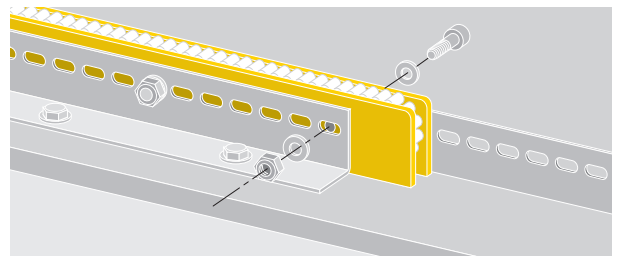

Abbildung 5.1.1
- Befestigung mit einzelnen Winkeln oder Winkelleisten auf dem Untergrund (Abb. 5.1.1).